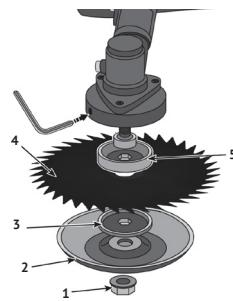

рис.5
#### 6.4 Установка режущего ножа (рис. 5)
- застопорив шпиндель, открутить гайку крепления ножа (рис.5 поз.1), поворачивая её по часовой стрелке (резьба левая);
- снять нижнюю крышку (рис.5 поз.2) и зажимной фланец (рис.5 поз.3) со шпинделем выходного редуктора;
- установить на шпиндель: опорный фланец (рис.5 поз.5), режущий нож (рис.5 поз.4), зажимной фланец и нижнюю крышку;
- убедитесь, что режущий нож отцентрирован и ровно лежит на опорном фланце (рис.5 поз.3);
- застопорив шпиндель, открутить гайку крепления ножа (рис.5 поз.1), поворачивая её по часовой стрелке;
- снять нижнюю крышку (рис.5 поз.2), зажимной фланец (рис.5 поз.3) и нож, если установлен, со шпинделем выходного редуктора;